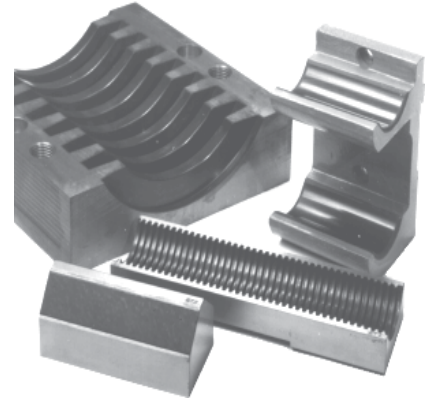

Bild 3:
3) Nach dem Aufspachteln des Gleitbelages auf die Flächen a und b wird der Bettschlitten umgedreht, auf die Bettführungen langsam und möglichst parallel aufgelegt und in Längs- und Querrichtung nach Maßgabe von Wasserwaagen (Abb. 3) z. B. mit Richtschrauben in den Ge-
3) Nach dem Aufspachteln des Gleitbelages auf die Flächen a und b wird der Bettschlitten umgedreht, auf die Bettführungen langsam und möglichst parallel aufgelegt und in Längs- und Querrichtung nach Maßgabe von Wasserwaagen (Abb. 3) z. B. mit Richtschrauben in den Gewindebohrungen für die Deckleisten exakt ausgerichtet.